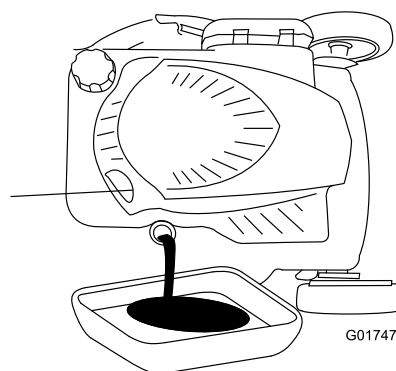

Figure 34
3. Inclinez la machine sur le côté (jauge en bas) pour vidanger l'huile usagée par le goulot de remplissage (Figure 34).